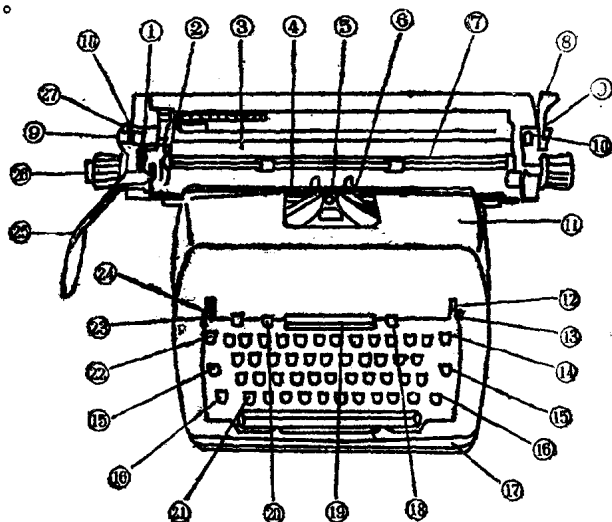
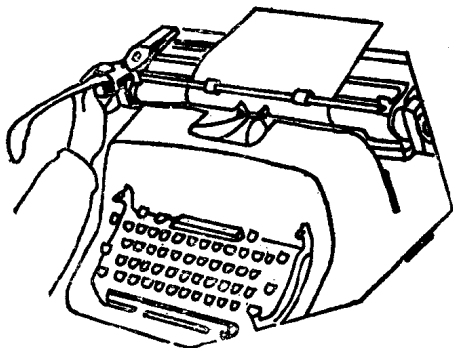
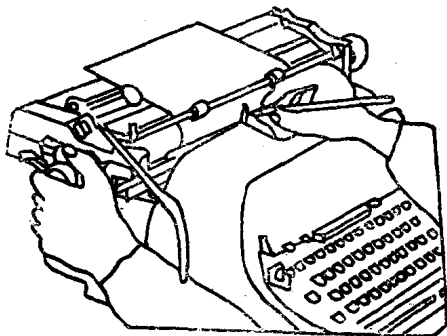
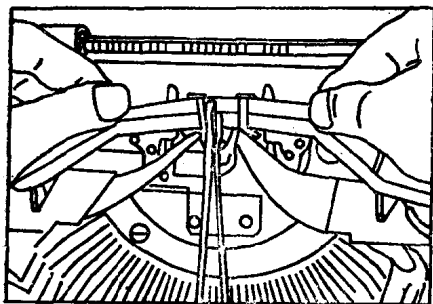

图 1.1
图 1.2
图 1.3
图 1.4
后面图 1.1 是一架飞鱼牌 PS 型英文打字机正面实体图，现按图中指示位置的编号顺序，将各部机件名称和作用加以概略说明。为了便于大家更准确地认识和运用，对各机件还特加了其他通称，俗称和英文名称。
1. 装纸: 根据打字纸的宽度, 调节移动刻度尺(图1.1—②), 使打字纸能装在适当的位置上(见图1.2)。正规打字要
打字纸装入滚筒后，如发现有歪斜现象时，可用右手将松纸扳手（图1.1—⑧）向前扳动，使打字纸松开，再用左手纠正纸在滚筒上的位置。位置被纠正后，再将松纸扳手复位，但必须使压纸架（图1.1—⑦）上两只小皮
2. 定标尺：在打字过程中，可通过标尺（图1.1—④）来调正打字行列的整齐与轴向的距离，并可作为调整纸张歪斜的标准。
3. 定行距：行距拨杆（图1.1—①）可移动五个位置，拨成五种不同行距如下：
（1）划竖线：用尖头铅笔塞在左压纸架的洞孔中，并转动滚筒旋柄（见图1.3）。
在表格范围内移动滚筒架（按滚筒架移动钮（图 1.1—⑨）由一端移到另一端（见图1.3）。
A、定左面位置时，先将滚筒架移到字排基准板槽口（图 1.1—⑤）对准打字纸所需要定位的一个位置，再按一下横向定位钮即可。
B、定右面位置时，按下滚筒架右移动钮（图1.1—⑨），移到纸页右面一个需要定位的位置，按一下右横定位钮即可。
B、解除右面定位时，按下右横向定位钮，同时要按滚筒架右移动钮（图 1.1—⑨），并将滚筒架移到新位置。
（5）跳档定格：在打表格时需要分段、分节定位可将滚筒架移到所需要分段、分节的位置，再按一下跳档“+”撇钮（图1.1—⑮），然后撇动跳档撇杆（图1.1—⑰）即能直接跳到这个预定的位置。
（6）解除跳档定格。解除个别跳档定位可把滚筒架移到这个位置，按一下跳档“-”撇钮（图 1.1—⑱）即可，如果要解除全部跳档定位，则应将滚筒架移到最左面，然后
（1）卸下机架防尘前罩壳（图1.1—⑪），用手在上面洞口提起即可。
（2）把色带换向拨杆（图1.1—⑬）扳到中间位置，并将色带绕到任何一只色带盘上，即可拨出两只色带盘。
（3）把换色拨杆（图1.1—⑫）扳到下面“红”记号位置，再同时掀起二只字排并在一起，使色带架升高，便于取出色带（见图1.4）。
（1）把打错字的行列转到滚筒罩板（图1.1—③）的斜面。
（2）为了使操作便利，开启压纸尺（图1.1—⑦），并将滚筒架按照错字的地位向左或向右移动，以免橡皮碎屑落到机件内部。
7. 轧字：在快速打字时，如有字排重叠、卡住，只要按一下消除字键故障按钮（图1.1—⑳），就能使字排复位。